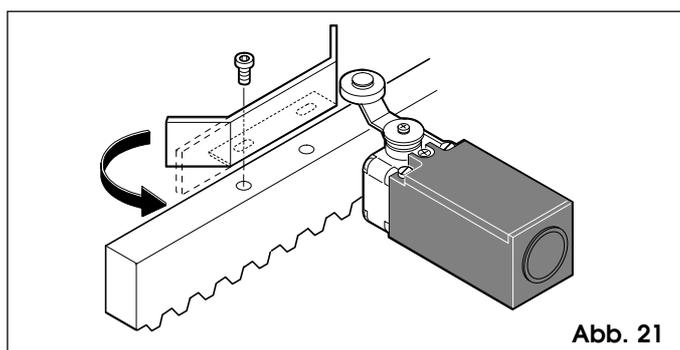

Abb. 21
Der Antrieb 884 ist mit einem elektromechanischen Endschalter mit Hebel und Rolle ausgestattet, der den Stopp der Bewegung des Tores in dem Moment ansteuert, in dem ein Formfeinblech, das im oberen Bereich der Zahnstange angebracht ist, den Hebel bis zum Einsatz des Mikroschalters verschiebt (Abb.21).
Anmerkung: die Feinbleche sind auch für eine eventuelle Befestigung mit Schrauben ausgelegt (Abb.21).
Wichtig: a) Das Feinblech sollte den Endschalter mit dem geformten Bereich aktivieren, wie aus Abb.21 hervorgeht.
b) Um zu vermeiden, daß das Feinblech den Endschalter überspringt (lange Bremsung) wird empfohlen, den geformten Endteil aufzurichten, wie in Abb.21 gezeigt.